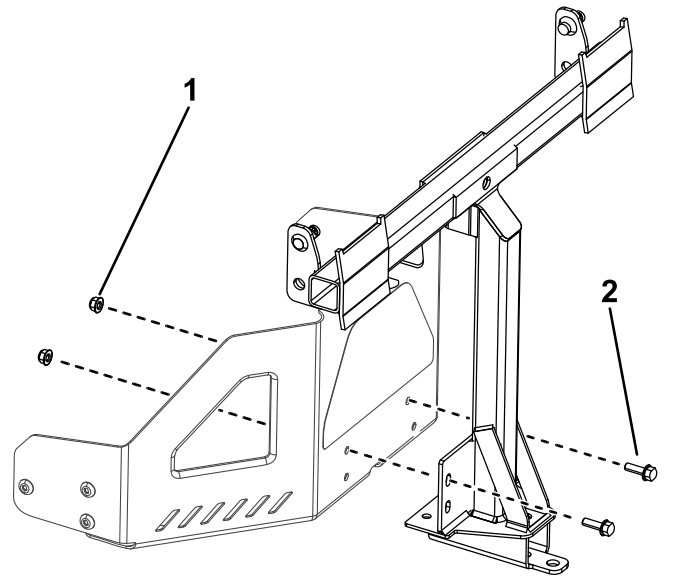

Figure 6
- Montez le cadre pivotant sur le cadre de la machine comme montré à la Figure 6. Fixez le cadre pivotant à la machine au moyen de 2 boulons (5/16" x 1") et 2 contre-écrous (5/16").